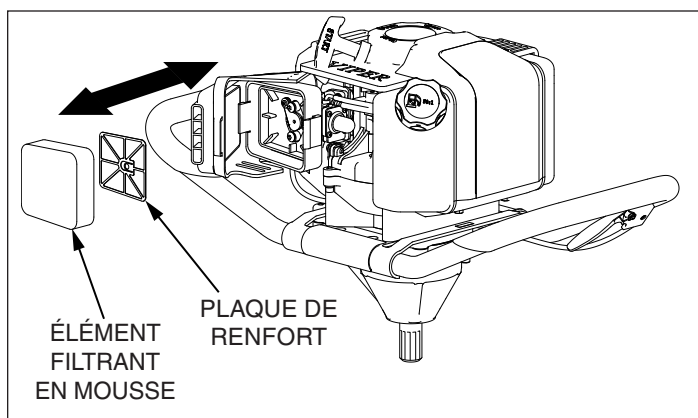

Figure 6
4. Sortir l'élément filtrant en mousse (**VOIR FIGURE 6**) et le remplacer par un filtre neuf huilé ou nettoyer le filtre en mousse d'origine dans de l'eau chaude et du savon doux conformément aux instructions de Nettoyage du filtre à air. Penser à huiler soigneusement le filtre en mousse avec de l'huile moteur d'indice 30 ou 40 et essorer tout excédent d'huile.